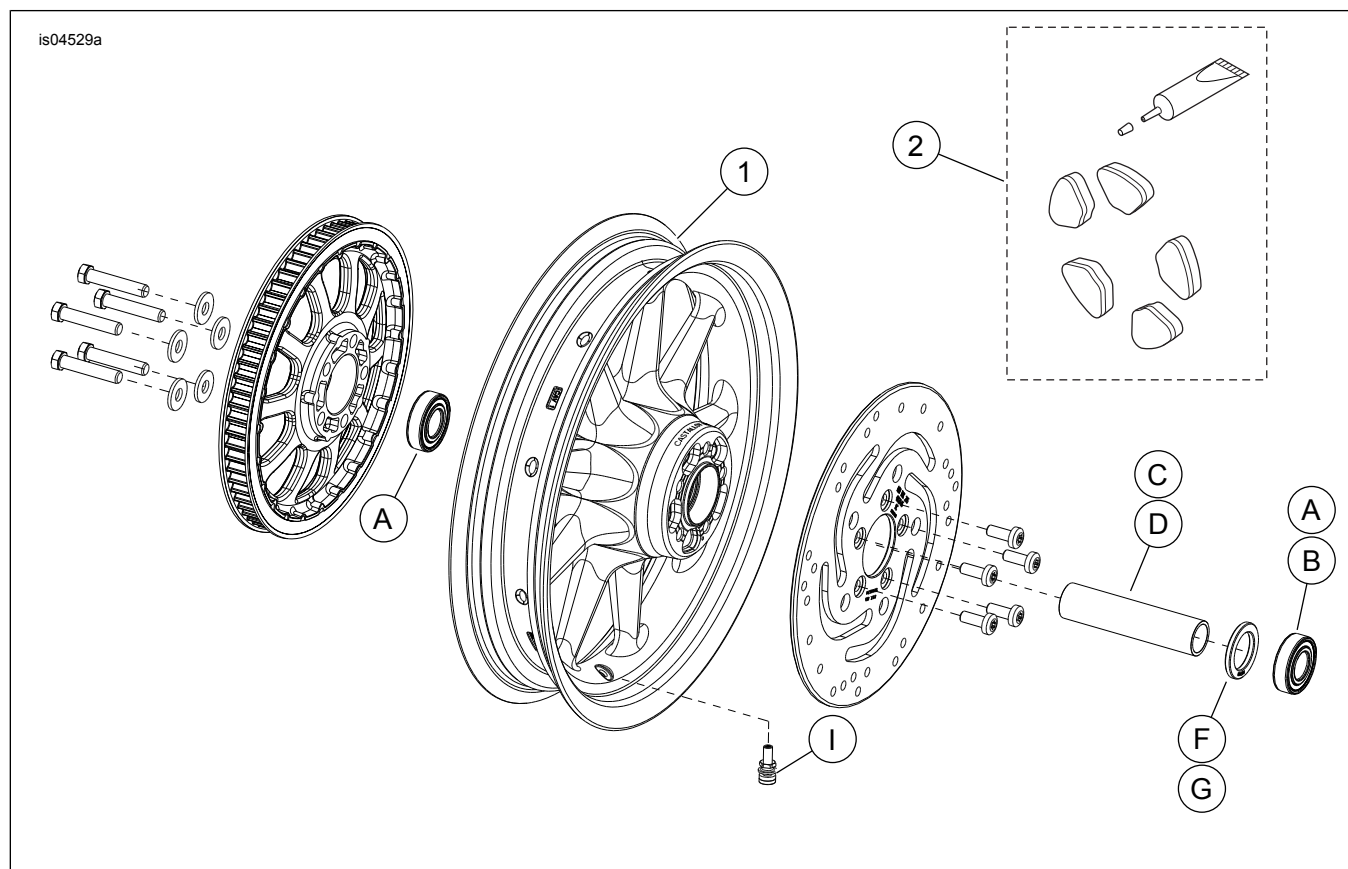

Figure 1. Pièces de rechange : Roues arrière à neuf rayons
Voir la figure 1. et Tableau 2
2. Voir Figure 1. Poser l'ensemble de tige de valve (1) sur la roue. Voir PNEUS dans le manuel d'entretien.